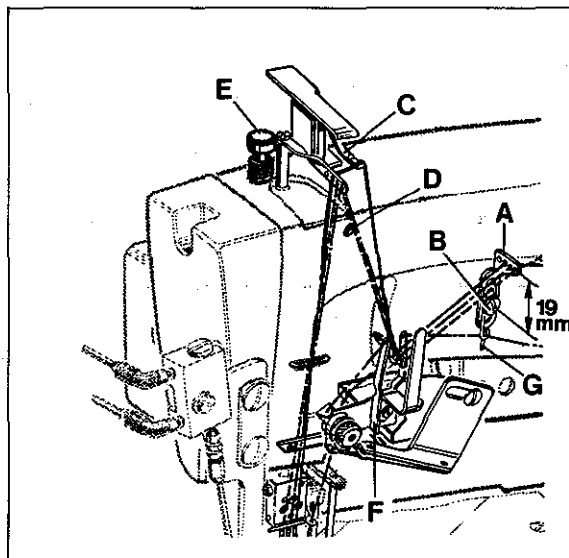

Fig. 6
Set the frame eyelet (A, Fig. 6) 19 mm (3/4 in.) above the center of mounting screw (B). Lower it for more needle thread, raise it for less needle thread in the stitch.
Set the height of top cover thread pull-off eyelet (F, Fig. 6) to have pulled-off just sufficient thread for an exact stitch formation. Raise the pull-off eyelet for a looser top cover thread and lower it for a tighter top cover thread.
Set eyelet (G, Fig. 6) so that the top cover thread forms a horizontal straight line between eyelet (G) and pull-off eyelet (F).
The pressure on the presser foot should be just as strong as to feed the fabric to be sewn uniformly. The pressure exerted by the presser spring should be slightly stronger than the pressure exerted by the spring(s) for the presser foot yielding section(s). The regulator (E, Fig. 6) is located left on the top of the machine arm. Turning it clockwise increases the pressure, turning counterclockwise acts the reverse.
Stellen Sie die Fadenführung am Gehäuse (A, Fig. 6) 19 mm hoch zur Mitte der Befestigungsschraube (B) ein. Tieferstellen ergibt mehr, höherstellen weniger Nadelfaden in der Naht.
Stellen Sie die Oberlegfaden-Abzugsführung (F, Fig. 6) in der Höhe so ein, daß gerade soviel Faden abgezogen wird, wie zur Bildung einer exakten Naht benötigt wird. Höherstellen der Abzugsführung ergibt einen loseren und tieferstellen einen straffer angezogenen Oberlegfaden.
Montieren Sie die Führung (G, Fig. 6) am Gehäuse so, daß der Oberlegfaden zwischen Führung (G) und Abzugsführung (F) eine waagerechte, gerade Linie bildet.
Die Stellschraube (E, Fig. 6) befindet sich links oben auf dem Maschinenarm. Drehen im Uhrzeigersinn verstärkt den Druck, drehen im Gegenuhrzeigersinn verringert ihn.